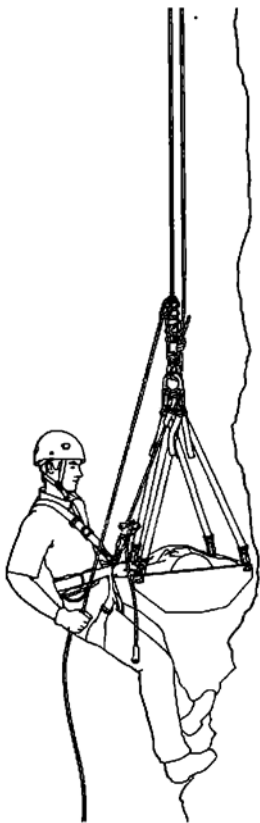

Рис. 11. Спуск пострадавшего с сопровождающим
- самостоятельно обеспечивая спуск и сопровождение пострадавшего (рис. 11).